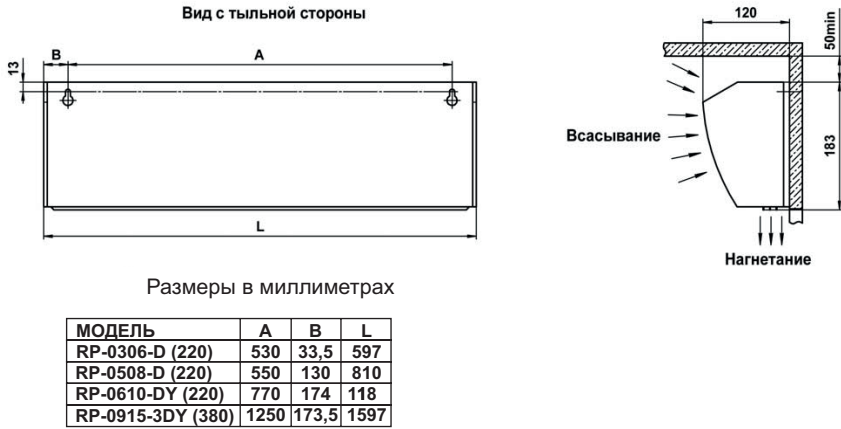

Рис. 3 Габаритные и установочные размеры
- установочные и габаритные размеры завес указаны на рис. 3. Приложения.